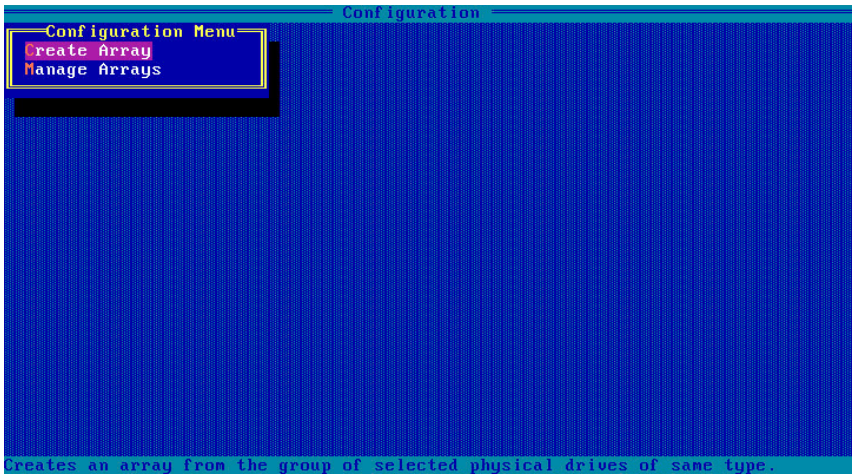

图 5-133
3. 进入选择组 RAID 的磁盘页面, 如图 5-133 所示;